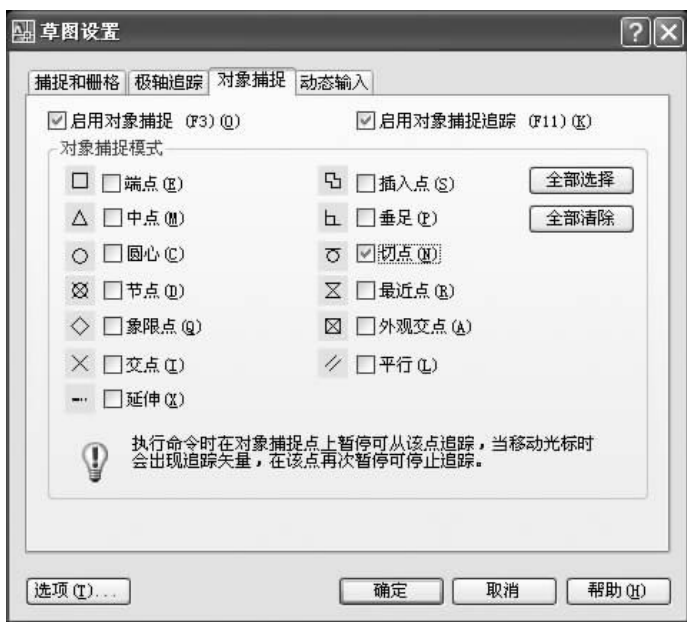

图 2-7 草图设置对话框
(1)右击状态栏上的“对象捕捉”按钮,在弹出的右键菜单中选择“设置”选项,打开“草图设置”对话框,在“对象捕捉”选项卡中选择捕捉点的类型,如设置捕捉点类型为“切点”,如图 2-7 所示。